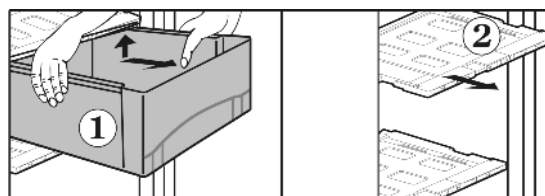

Fig. 16
- Abra los cajones Fig. 16 (1) hasta el tope.
- Una vez extraídos los cajones, desenganche la tapa del cajón Fig. 16 (2) con regulador de humedad levantándola y tirando de ella hacia delante.